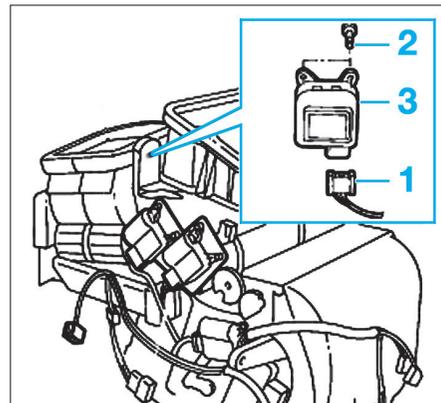

Fig. 31
- Débrancher le connecteur électrique (1) (Fig.31).
- Déposer les vis de fixation du moteur (2).
- Déposer le servomoteur de volet de recyclage d'air (3).